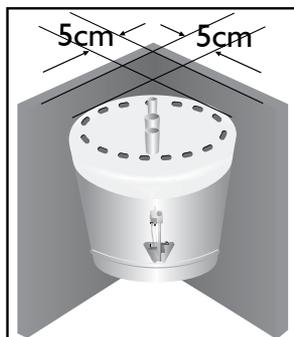

Figura 10
- El calentador debe instalarse de tal forma que la distancia entre la envolvente y las paredes adyacentes sea de 5 cm como mínimo, teniendo en cuenta que el termostato debe ser accesible por el frente del calentador. (Ver figura 10).